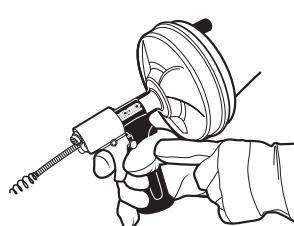

Figura 5
1. Introduzca el cable en el desagüe. Sostenga el aparato lo más cerca posible del acceso al desagüe. Apriete el gatillo y oprima el botón de enganche para enganchar el sistema de avance automático AUTOFEED® (Figura 5).